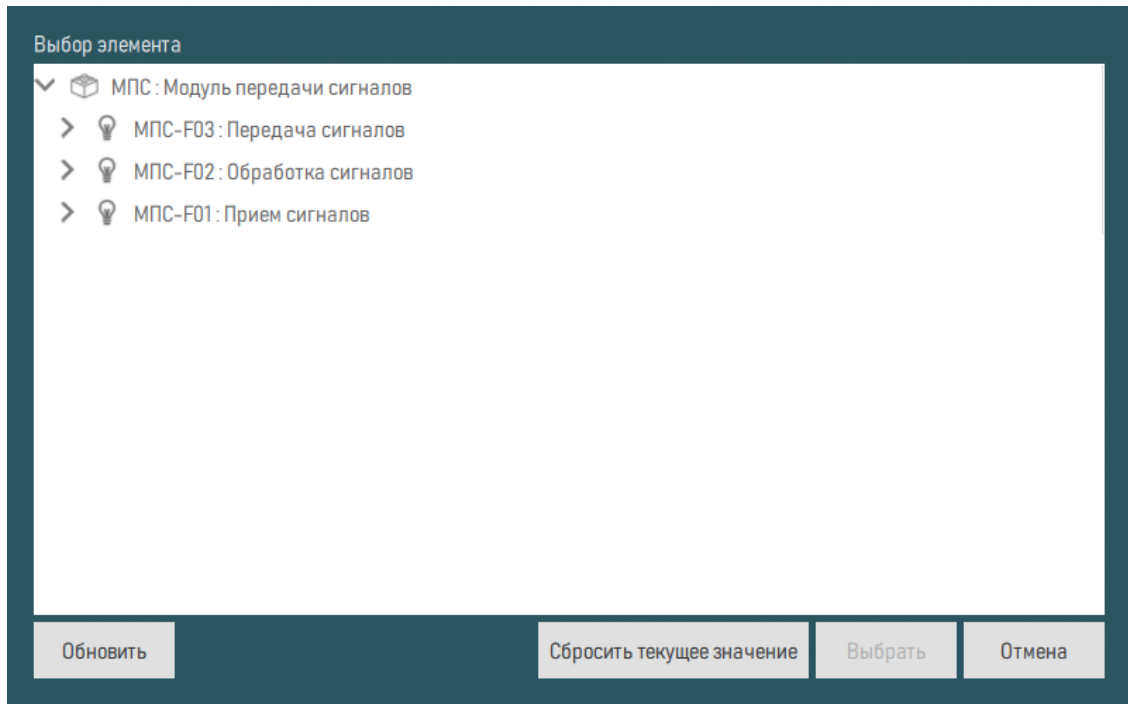

Рисунок 252 – Окно «Выбор элемента»
3) В открывшемся окне «Выбор элемента» (рисунок 252) выбрать функциональный отказ, для которого создается причина и нажать на кнопку «Выбрать».